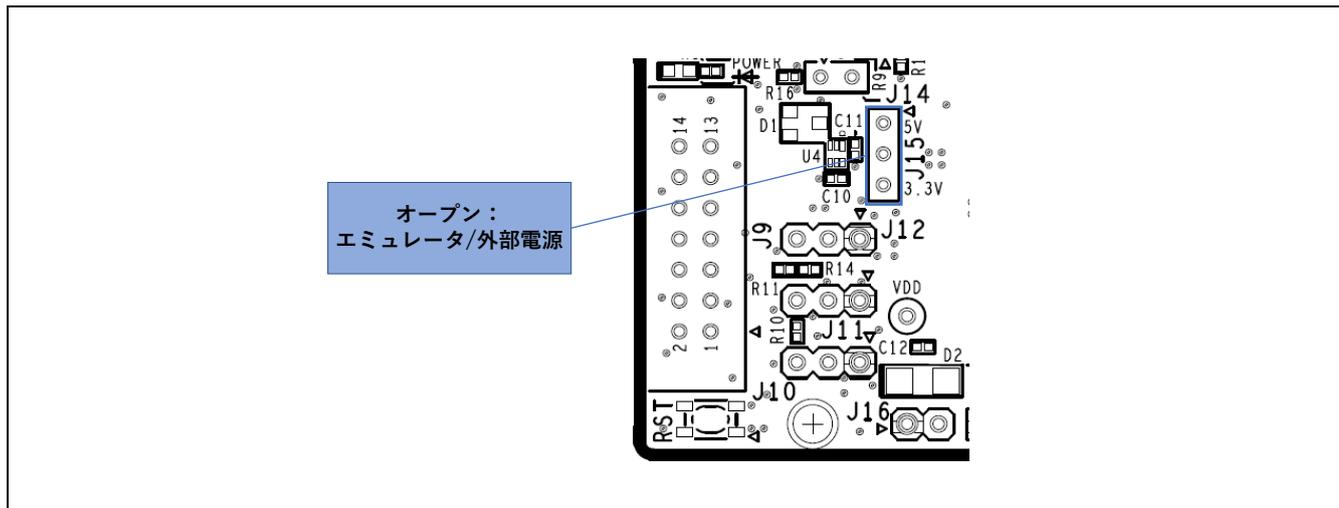

図 5-7: エミュレータ/外部電源使用時のヘッダ設定(部品面)
- J15 オープン：エミュレータ/外部電源供給を選択。(図 5-7)